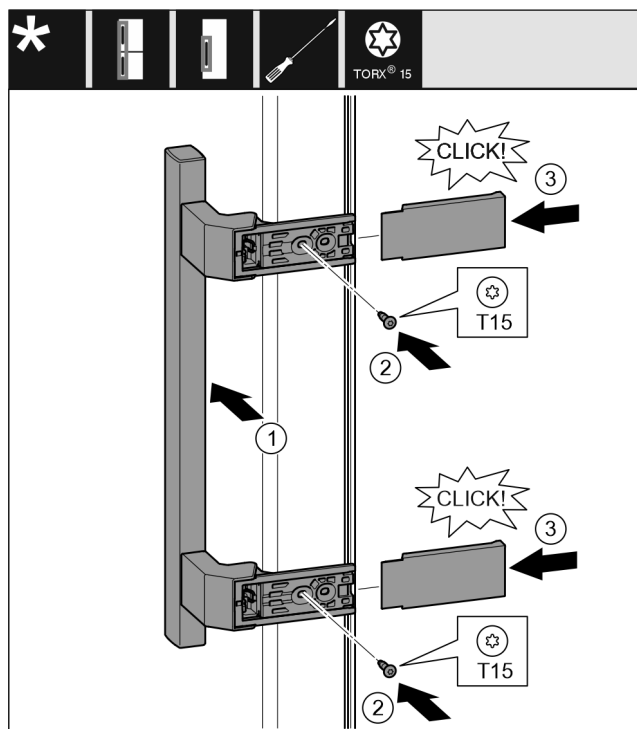

Fig. 40
- Colocar el tirador en el otro lado. Fig. 40 (1)
- Apretar los tornillos con el destornillador T15. Fig. 40 (2)
- Colocar y desplazar lateralmente las cubiertas. Fig. 40 (3)